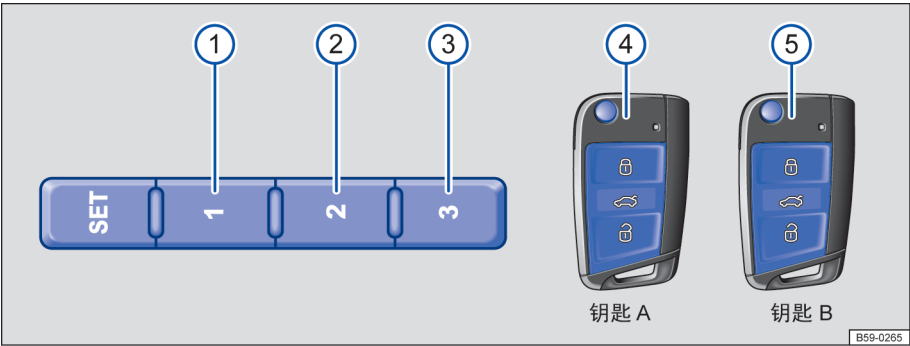

图 106 记忆位置图示
记忆座椅一共可以存储五个位置，座椅的记忆按钮可存储三个不同位置①、②和③，两把遥控钥匙可分别绑定位置④和⑤。→ 图 106。
- 按压按钮 **SET** → 图 106。
- 在 10 秒钟内按压需要设置的记忆按钮①、②或③。一个声音信号确认存储于该记忆按钮的位置设置成功。